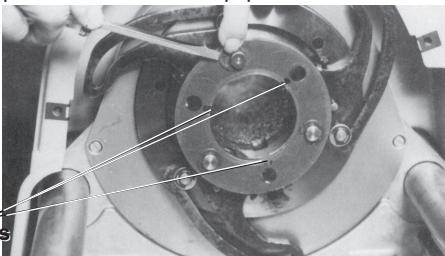

Figure 2 – Platine de rétention à encoches (sur 1822)
- Examinez la machine à fileter afin de confirmer qu'elle dispose d'une platine de rétention avant avec encoches pour le tenon de l'adaptateur (se reporter à la Figure 2). Au besoin, installez une platine de rétention équipée d'encoches.